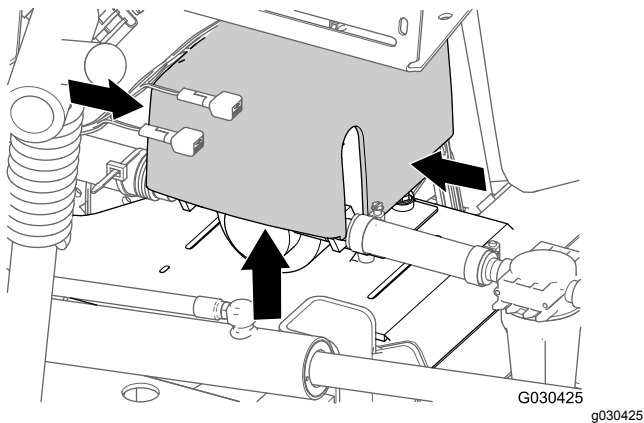

Bild 5
1. Drücken Sie am Heck der Maschine die Seiten der Spülpumpenabdeckung zusammen und heben die Abdeckung an, bis die Nasen der Abdeckung nicht mehr in den Schlitzen der Sattelplatte sitzen; nehmen Sie dann die Abdeckung von der Maschine ab (**Bild 5**).